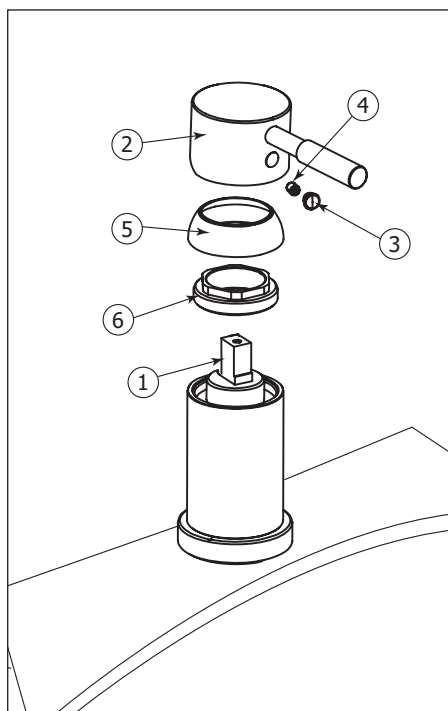

Fig.7
Start by shutting off the water supply lines and then turn on the water to drain the faucet. To replace the cartridge (1), pull out the handle (2) by removing the cap (3) and the set screw (4) first. Afterwards, remove the dome cap (5) and the retainer ring (6). Replace with new cartridge and reassemble by reversing steps. Fig.7.
Commencer par couper l'alimentation d'eau et ouvrir l'eau par la poignée du robinet pour le vider. Pour remplacer la cartouche (1), enlever la poignée (2) en retirant le capuchon de finition (3) et la vis de retenue (4). Démontez ensuite le capuchon en dôme (5) et l'anneau de retenue (6). Remplacer la cartouche par la nouvelle, puis inverser les étapes pour le réassemblage. Fig.7.